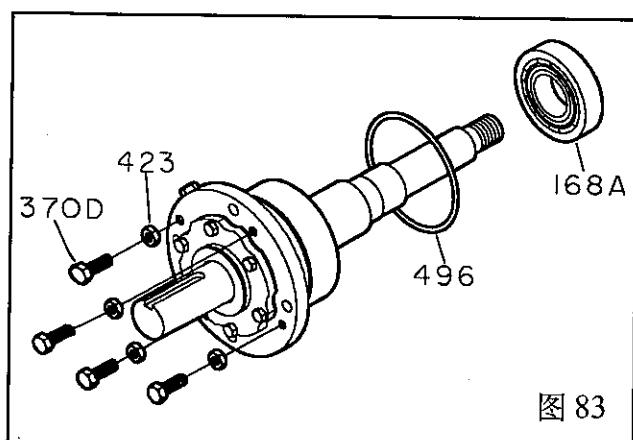

图 83
4. 拧下推顶螺栓(370D)和螺母(423)(图83)
5. 取出轴承座 O型圈 (496)。